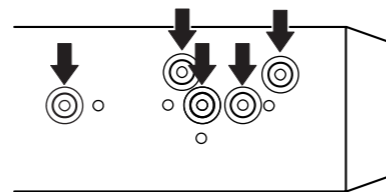
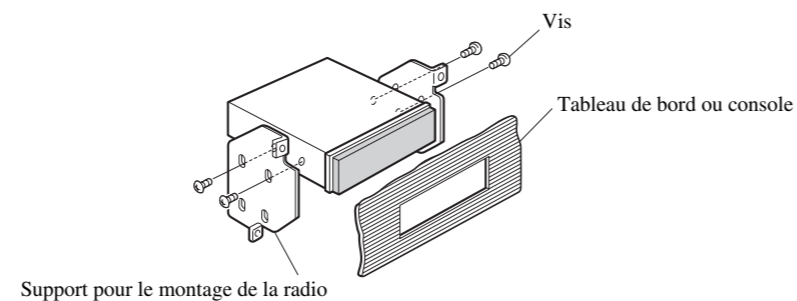

Fig. 13
Fig. 14
2. Fixation de l'appareil au support pour le montage de la radio installée par le constructeur. (Fig. 13) (Fig. 14)